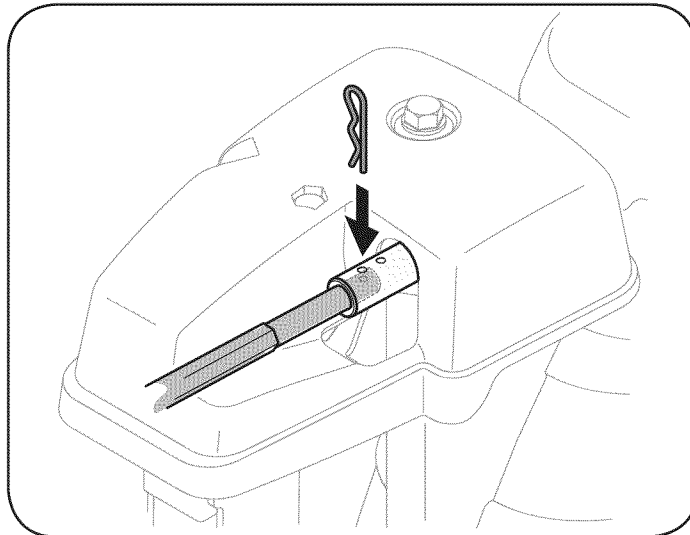

Figura 28
1. Retire el pasador de chaveta del orificio más cercano al conjunto del canal sobre el montaje de rotación del canal. Vea la Figura 28.